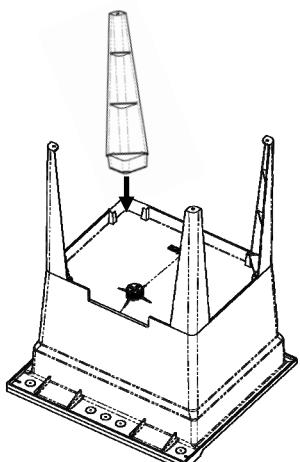

FIG. 2
2. Insérez les quatre pattes. Au besoin, servez-vous d'un morceau de bois pour taper sur l'embout des pattes afin de bien les insérer dans les cavités (**Fig. 2**).
2. *Insert the four legs. If need be, use a wooden stick to tap the edge of the legs so that they are fully inserted in the sockets (**Fig. 2**).*